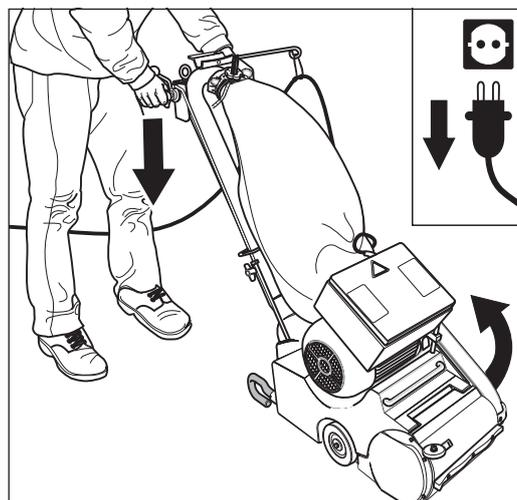
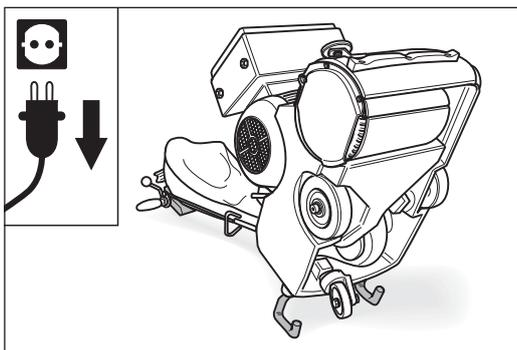

Abb. 53 Den Netzstecker aus der Steckdose ziehen und die Maschine über die Sturzbügel nach hinten kippen.
Abb. 54 Die Maschine vorsichtig auf dem Boden ablegen. Auf einen sicheren Stand der Maschine achten!
- 3 Kippen Sie die Maschine über die Sturzbügel nach hinten (Abb. 53) und legen Sie sie vorsichtig auf dem Boden ab (Abb. 54). **Achten Sie auf einen sicheren Stand der Maschine!**